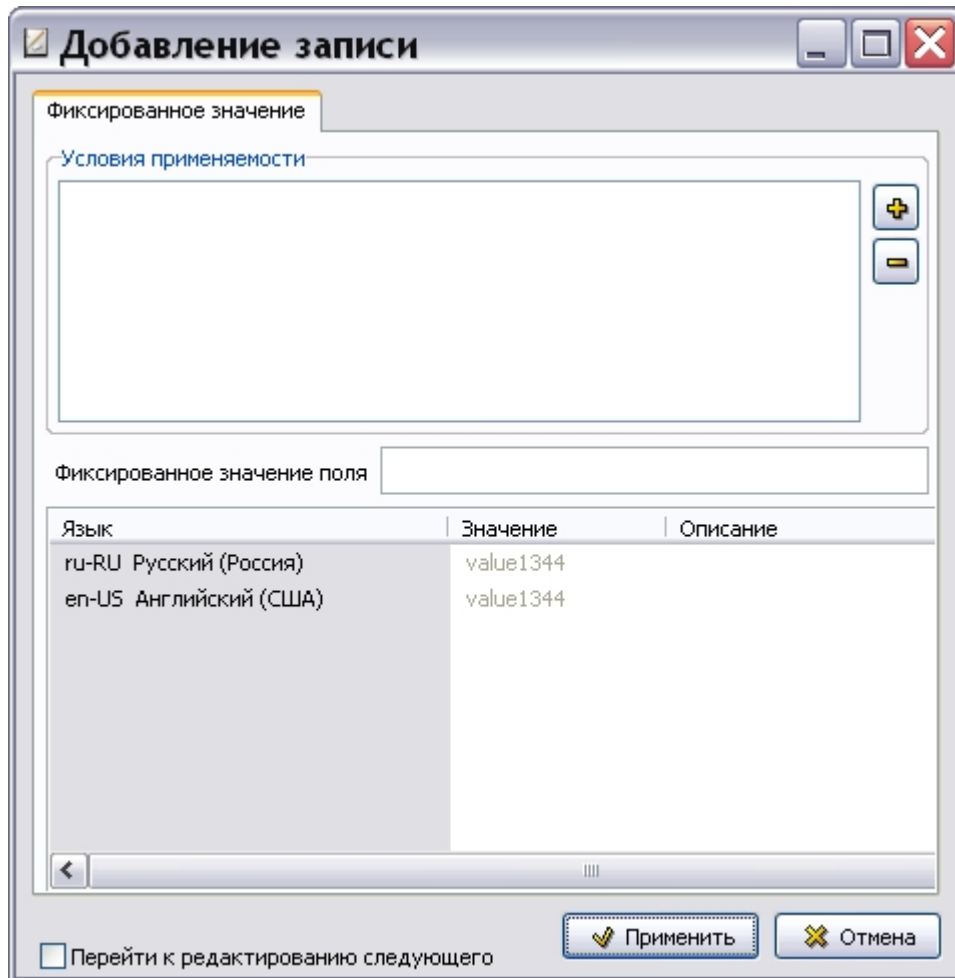

Рис. 2.20
3. В нижнем правом окне нажмите на кнопку . После этого появится диалоговое окно **Добавление записи** для фиксированного значения (Рис. 2.20).